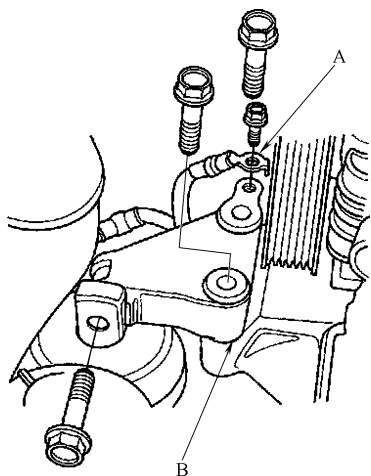

图 23-50 拆卸接地线束 A 和发动机侧面安装支架 B 上半部分
- 8) 如图 23-50 所示, 拆下接地线束 A, 然后拆下发动机侧面安装支架 B 的上半部分。